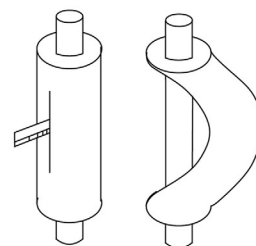

Fig. 15
- 4 Se a dobra direta puder causar fissuras no tubo, utilize primeiro um x-ato para cortar a camada de isolamento, ver Fig. 15. Não dobre o tubo enquanto não estiver descascado. Após concluir a dobra, enrole o tubo com uma camada de isolamento e proteja-o com fita adesiva.